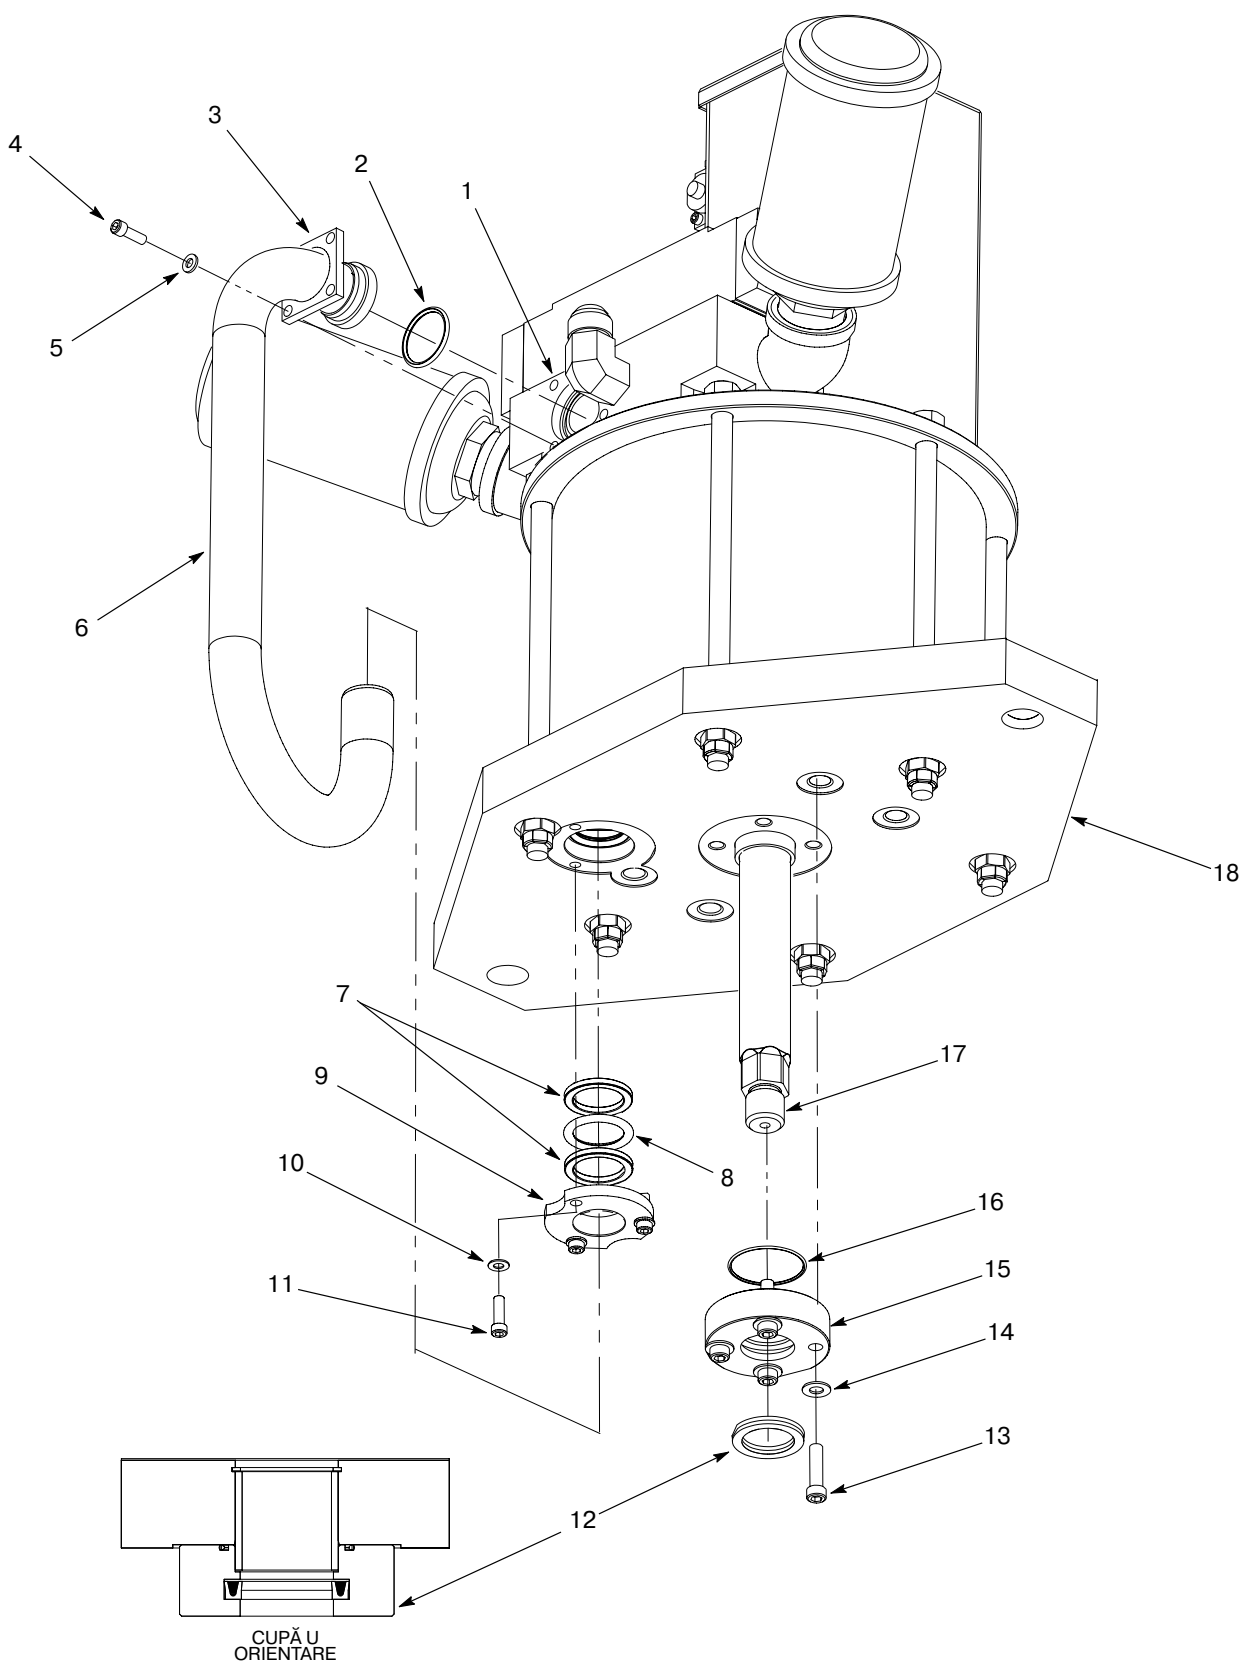

Figura 11 Înlocuirea etanșărilor și inelelor plăcii de bază
1. A se vedea Figura 11. Demontați șuruburile (4) și șaibele (5) fixând opritorul tubului superior de alimentare (3) la galeria de admisie a aerului (1).
2. Demontați șuruburile (11) și șaibele (10) fixând opritorul tubului inferior de alimentare (9) la placa de bază (18).
3. Demontați tubul de alimentare (6) de la galeria de alimentare cu aer (1) și placa de bază (18).
5. Scoateți inelul de etanșare (2) de la galeria de admisie a aerului (1). Demontați inelele Quad (7) și inelul de etanșare (8) de la placa de bază (18). Eliminați inelul Quad și inelele de etanșare.
1. A se vedea Figura 11. Lubrifiați inelele Quad (7) și inelele de etanșare (8) cu vaselină TFE. Montați inelele Quad și inelul de etanșare în placa de bază (18), așa cum se prezintă.
2. Montați opritorul inferior la placa de bază (18) cu ajutorul șaibelor (10) și al șuruburilor (11). Strângeți șurubul acum doar cu degetele.
3. Lubrifiați inelul de etanșare al galeriei de admisie a aerului (2) cu vaselină TFE și montați-l pe galeria de admisie a aerului (1).
4. Montați opritorul superior (3) pe tubul de alimentare cu aer (6).
5. Introduceți cu grijă porțiunea inferioară a tubului de alimentare cu aer (6) prin opritorul inferior (9) și în placa de bază (18).
6. Introduceți cu grijă porțiunea superioară a tubului de alimentare cu aer (6) în galeria de admisie a aerului (1).
7. Fixați opritorul superior (3) la galeria de admisie a aerului (1) folosind șuruburile (4) și șaibele (5). Strângeți șuruburile la 10-12 ft-lb (13-16 N•m).
8. Strângeți șuruburile opritorului inferior (11) la 10-12 ft-lb (13-16 N•m).
1. A se vedea Figura 11. Demontați șuruburile (13) și șaibele (14) fixând opritorul tijei pistonului (15) la placa de bază (17).
2. Demontați inelul de etanșare (16) și cupa U (12) de la opritorul tijei pistonului (15). Eliminați inelul de etanșare și cupa U.
3. Lubrifiați noul inel de etanșare (16) și cupa U (12) cu vaselină TFE. Introduceți inelul de etanșare și cupa U în opritorul tijei pistonului (15), așa cum este prezentat.
4. Montați opritorul tijei pistonului (15) pe placa de bază (17) cu ajutorul șuruburilor (13) și al șaibelor (14). Strângeți șuruburile la 22-25 ft-lb (30-33 N•m).